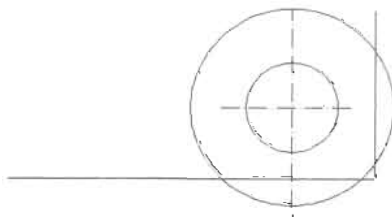

图 10-148
(8) 过水平直线的右端点绘制一条垂直直线, 如图 10-148 所示。